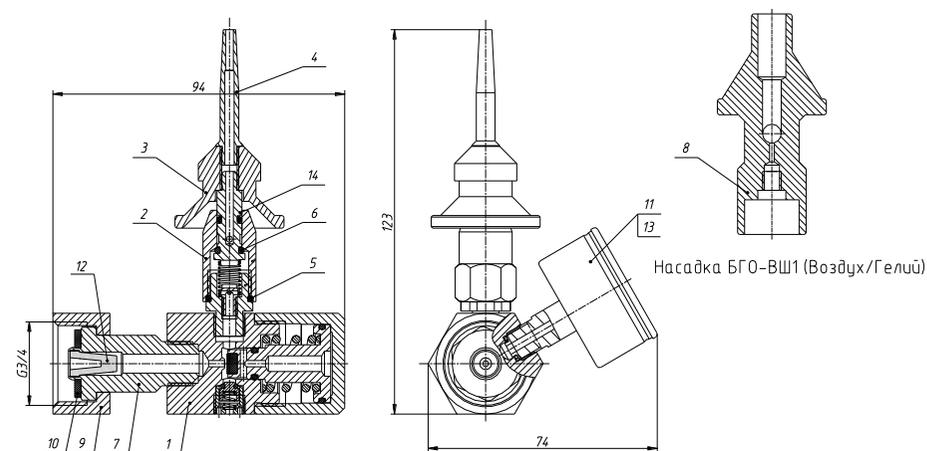

Рис. 1. Редуктор баллонный гелиевый одноступенчатый типа БГО-ВШ1.
- Наибольшее давление газа на входе, МПа (кгс/см²) 20 (200)
- Габаритные размеры, мм, не более 123x94x74 (см. рис.1)
Устройство редуктора и присоединительные размеры приведены на рис. 1.